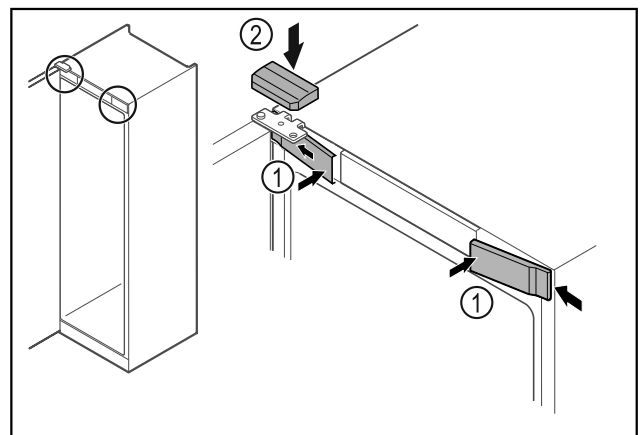

Fig. 59
- Accrocher les caches avant Fig. 59 (1) par les côtés et les enclencher.
- Insérer le cache supérieur Fig. 59 (2) par le haut.